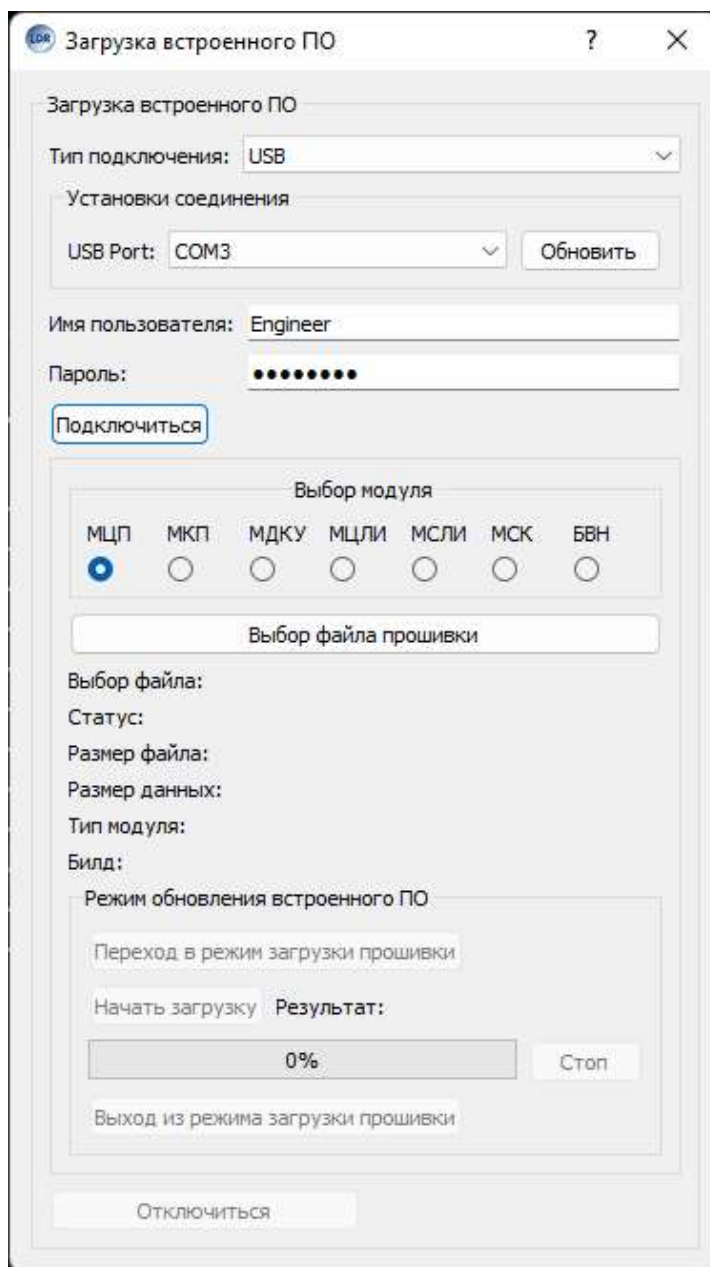

Рис. 2 Главное окно приложения
(Рис. 1)), а в операционных системах Asta Linux, либо Alt Linux выполните команду «./HMILDR» (если приложение не запустилось, убедитесь, что были предоставлены права на выполнение, как для приложения: `sudo chmod +x HMILDR`, так и для порта: `sudo chmod 666 /dev/ttyACM0`). На экране будет отображено главное окно приложения (Рис. 2).
3.1.2.7 В группе «Выбор модуля» установите радио-кнопку напротив модуля, обновление которого будет выполняться (Рис. 2).